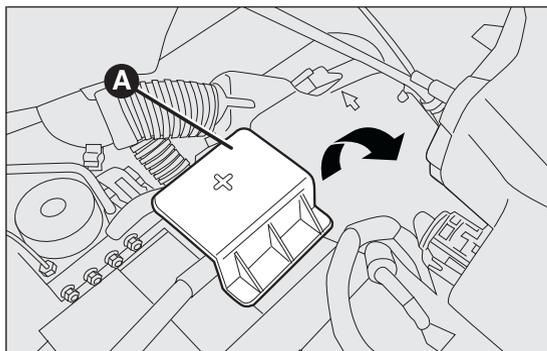

fig. 163
- rimuovere il coperchio A fig. 163 di protezione del polo positivo della batteria sollevandolo verso l'alto;